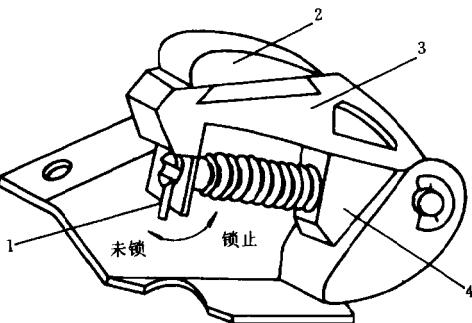
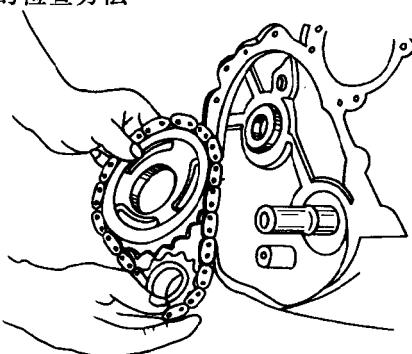

图3 锁止位置
图4 曲轴、凸轮、正时链轮总成拆卸图
③ 使用扭力扳手拆下凸轮轴链轮上的紧固螺栓。将正时链条张紧器上的偏导滑块向前拉动，使张紧弹簧压缩，再把拉杆置向锁止(上)位置(见图 3)，最后将曲轴、凸轮轴链轮和正时链条作为一个总成拆下(见图 4)。